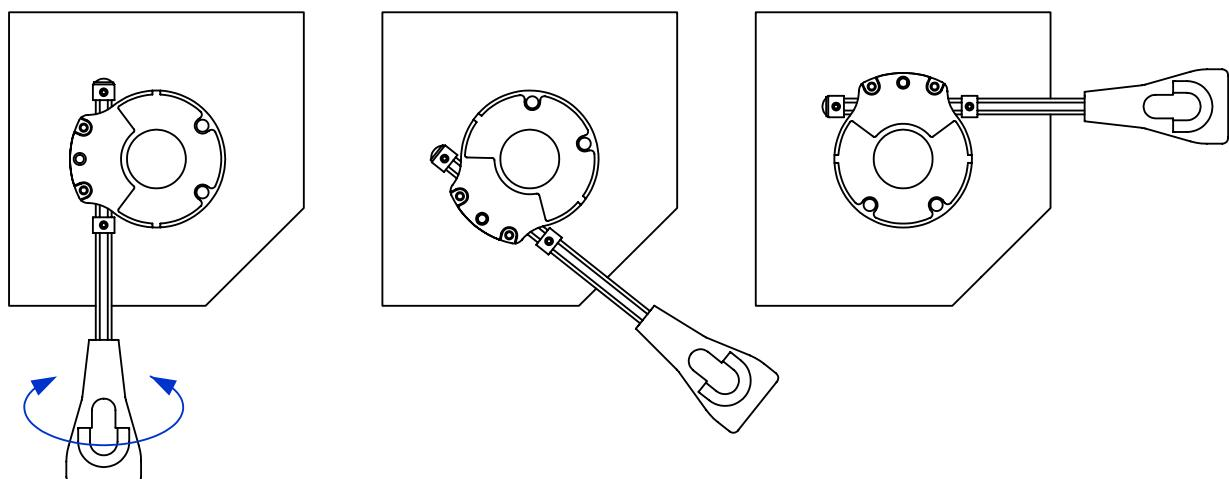

Рисунок 13. Аварийное ручное управление (варианты применения)
- Для приводов серии АМ1-РР и АМ2-РР установите петлю (Рисунок 13) механизма аварийного ручного управления.
Внимание! Механизм аварийного ручного управления привода не предназначен для частого использования, так как имеет ограниченный ресурс работы. При исчезновении напряжения, выполнении ремонтных работ и т.п. механизм позволяет выполнить открытие и закрытие роллеты вручную (Рисунок 13).